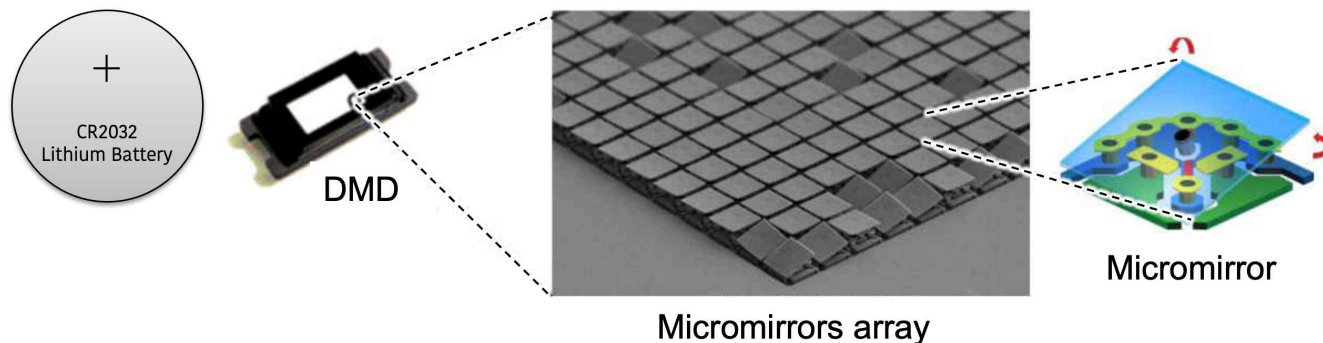

图 3-1. 数字微镜器件
德州仪器 (TI) 的 DLP 技术是一种利用数字微镜器件 (DMD) (如图 3-1所示) 来调制光的快速开关微机电系统 (MEMS) 技术。DMD 在分辨率和尺寸方面各不相同，可包含 8 百万多个微镜。每个微镜可以表示显示器上的一个或多个像素。微镜是独立控制的，并与彩色顺序制照明同步，可在几乎任何表面上产生炫丽的图像。在某些情况下，DLP 芯片的速度、专有算法和位于光学引擎内的光学传动器共同作用，可以增大像素密度，实现小至 $2.7\ \mu\text{m}$ ($2.7\ \mu\text{m}$ ：使用 4 路传动器的 $5.4\ \mu\text{m}$ TRP 像素节点) 的有效像素间距。